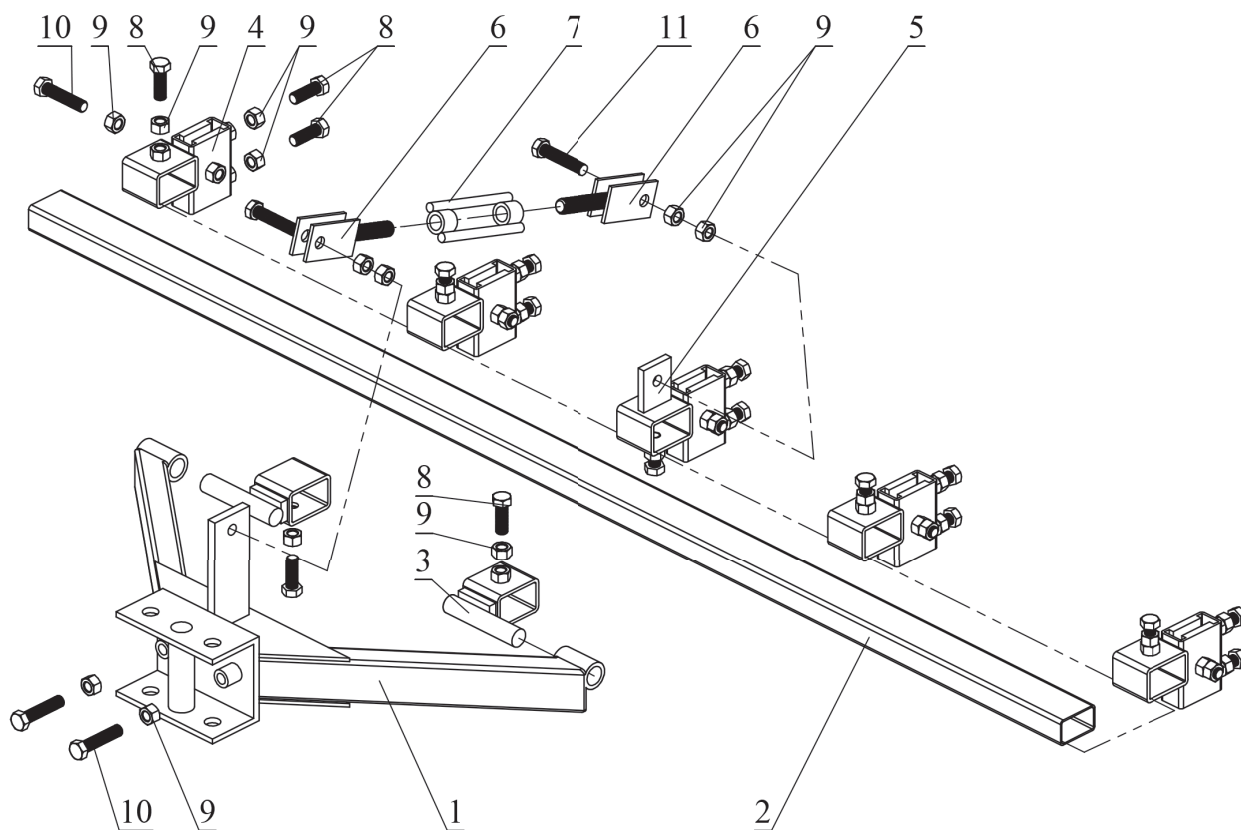

Рисунок 1.
- Для изменения расстояния между секциями необходимо ослабить фиксирующие болты на креплениях навесного оборудования (рис.1, поз. 8), установить необходимое расстояние между секциями и затянуть фиксирующие болты